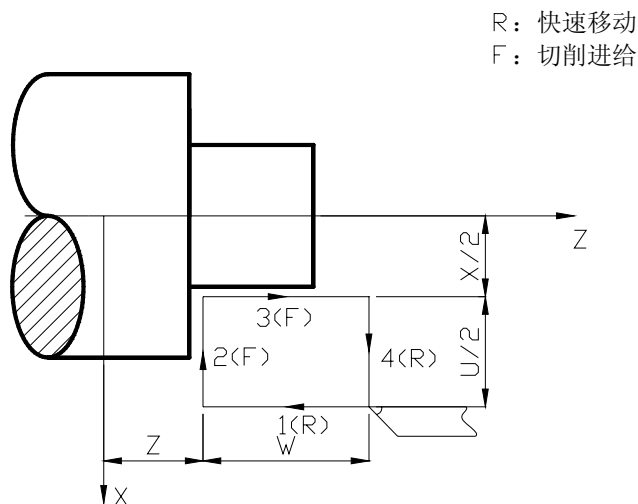
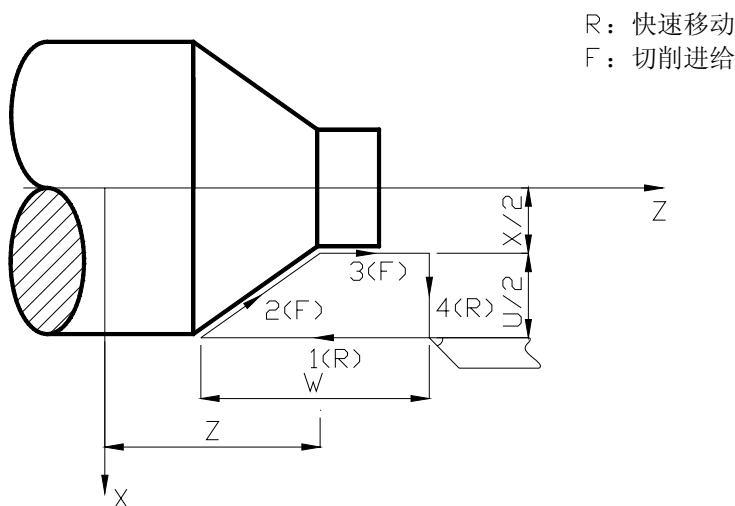

图3.32 端面切削循环轨迹
图3.33 锥度端面切削循环轨迹
2) R：切削起点与切削终点Z轴绝对坐标的差值，当R与U的符号不同时，要求 $|R| \leq |W|$ ，端面切削循环轨迹如图3.32,端面锥度切削循环轨迹如图3.33，单位：mm。
3) G94指令中当没有指定新的X (U)，Z (W)，R时，前面指令的数据均有效；
4) G94指令中对于X (U)，Z (W)，R的数据，当指令了G04以外的非模态G指令或G00、G01、G02、G03、G32时，X(U)、Z(W)、R的指定值被清除；